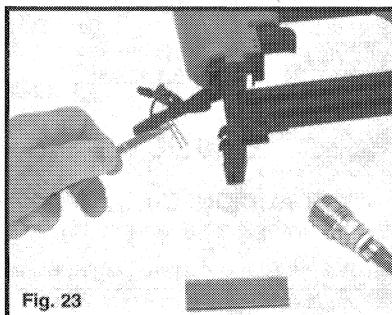

Fig. 23
4. Saque el sujetador atorado (vea la Fig. 23).